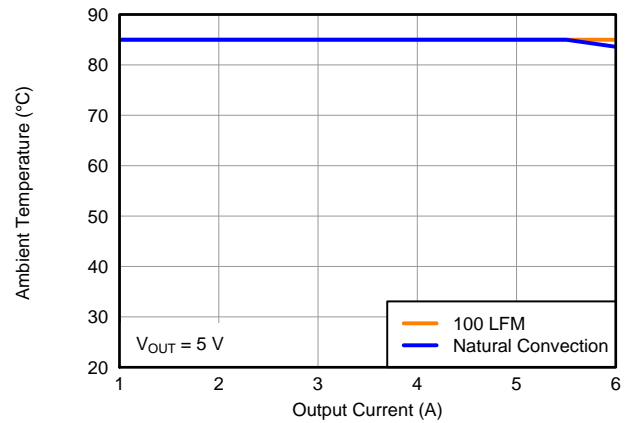
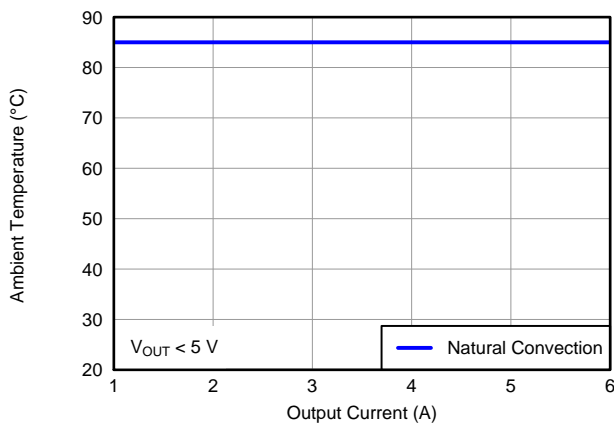

Abbildung 14. Sicherer Betriebsbereich
Abbildung 15. Sicherer Betriebsbereich
- (2) Die Temperatur-Derating-Kurven stellen die Bedingungen dar, unter denen interne Komponenten die maximalen Betriebstemperaturvorgaben des Herstellers nicht überschreiten. Die Derating-Grenzwerte gelten für Bauteile, die mit Kupfer (1 oz.) direkt auf eine doppelseitige PCB von 100 mm × 100 mm gelötet wurden. Gilt für Abbildung 14 und Abbildung 15.